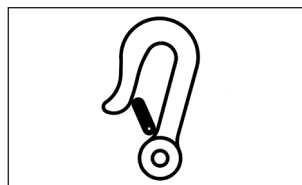

Figure 2
- Les positions des quatre points de fixation du fauteuil Match sont indiquées avec le symbole d'une attache (figure 2).